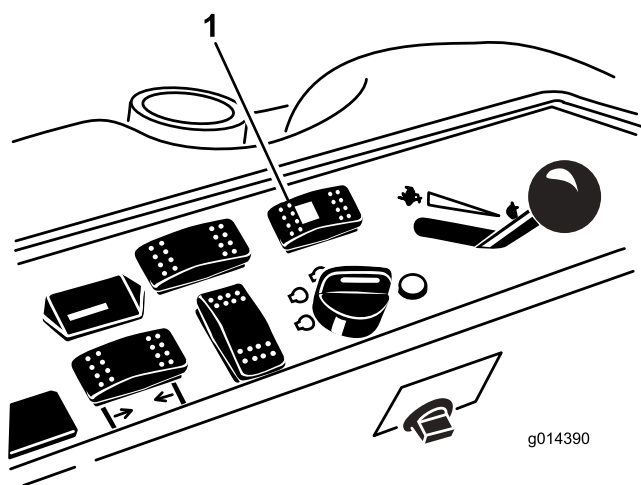

Figure 44
1. Poussez le sélecteur de direction à la position arrière (quatre roues motrices) (Figure 44).